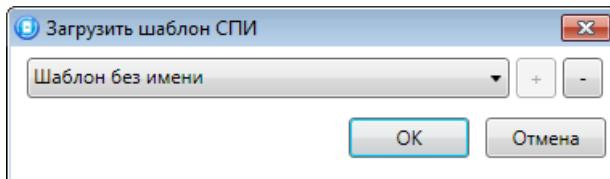

Рис. 11.4. Окно *Загрузить шаблон СПИ*
- *Загрузить шаблон настроек:* открытие окна *Загрузить шаблон СПИ* (Рис. 11.4), с помощью которого можно сконфигурировать контроллер по предварительно созданному шаблону. Для того чтобы применить шаблон, выберите его в списке и нажмите кнопку OK. Для того чтобы удалить один из сохраненных шаблонов, выберите его в списке и нажмите кнопку .